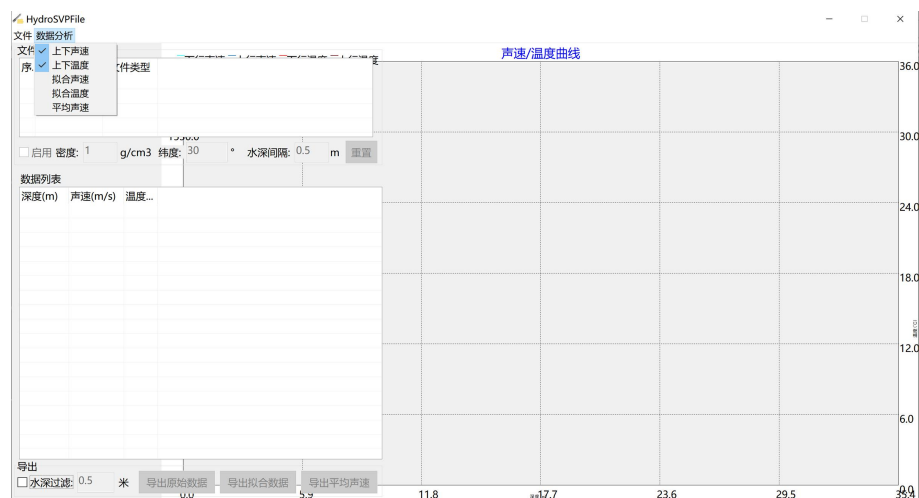

图 12.24 数据分析
(3)“数据分析”可以查看声速剖面文件“上下声速”、“上下温度”、“拟合声速”、“拟合温度”、“平均声速”。如图 12.24 所示。